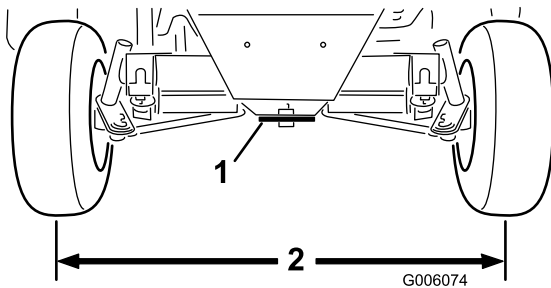

Bild 58
2. Lösen Sie die Sicherungsmuttern an beiden Zugstangen. Stellen Sie die beiden Zugstangen so ein, dass der Abstand von Mitte zu Mitte an der Vorder- und der Rückseite der Hinterräder gleich ist (Bild 58).